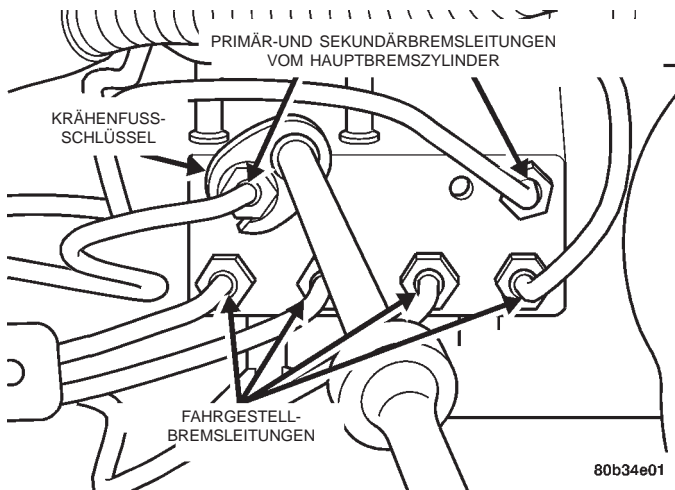

Abb. 12 Bremsleitungsanschlüsse
(7) Mit Mopar Brake Parts Cleaner oder einem gleichwertigen Produkt alle Oberflächen der HCU und die Ansatzflächen der Bremsleitungen an der HCU gründlich reinigen.
(8) Die vom Hauptbremszylinder kommenden Primär- und Sekundärbremsleitungen mit einem Krähfußschlüssel von den Einlassöffnungen an der HCU lösen (Abb. 12).
(9) Die Fahrgestellbremsleitungen an der HCU mit einem Krähfußschlüssel lösen (Abb. 12).
(6) Die 4 Fahrgestellbremsleitungen an die Auslassöffnungen der HCU anschließen (Abb. 12). Die Fahrgestellbremsleitungen mit einem Anzugsmoment von 17 N·m (145 in. lbs.) festziehen.
(7) Die vom Hauptbremszylinder kommenden Primär- und Sekundärbremsleitungen an die Einlassöffnungen der HCU anschließen (Abb. 12). Primär- und Sekundärbremsleitungen mit einem Anzugsmoment von 17 N·m (145 in. lbs.) festziehen.